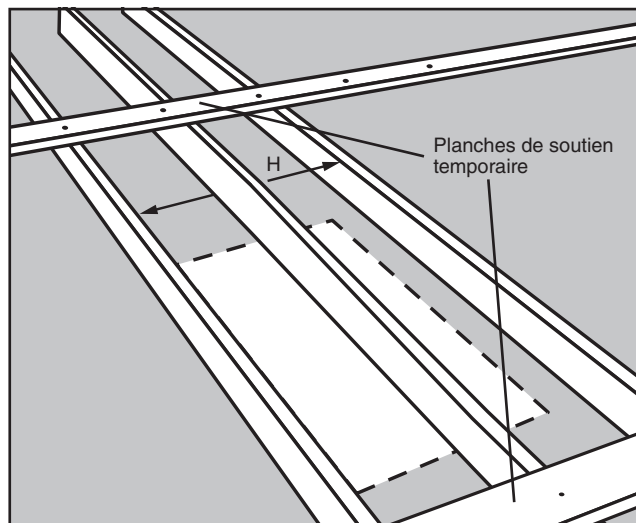

FIGURE 14
- ÉTAPE 1.** Mesurez la longueur de chevêtre "H" entre les solives (Voyez la Figure 14).